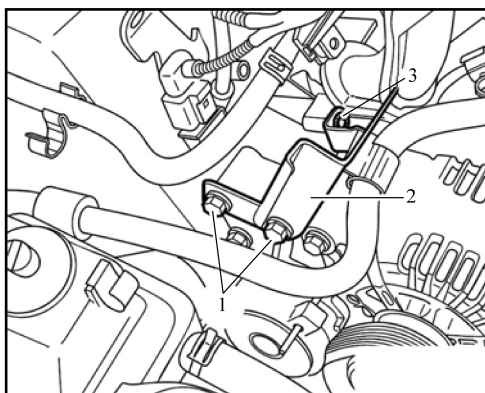

图 5-12 取下支架
12) 旋出螺栓 1 和螺钉 2, 取下支架 3, 如图 5-12 所示。